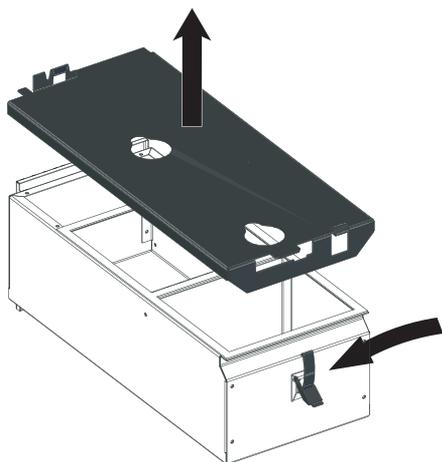

Fig. 48 Ouvrir le dispositif de fermeture à étrier de tension, retirer le couvercle et vider le cendrier
- ▶ Desserrer les fermetures à étrier de tension de chaque côté, retirer le couvercle et vider le bac à cendres – Fig. 48.